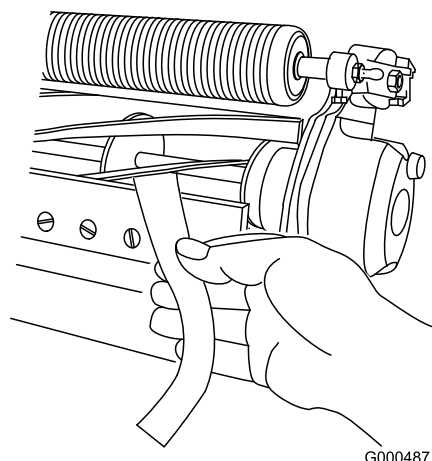

Рисунок 11
- В. Чтобы проверить качество среза, вставьте длинную полоску специальной бумаги для проверки качества среза между барабаном и неподвижным ножом перпендикулярно неподвижному ножу (**Рисунок 11**), затем **медленно** вращайте барабан вперед; при этом бумага должна разрезаться; в ином случае повторяйте пункты **А** и **В** до тех пор, пока бумага не начнет разрезаться.
11. Вставьте длинную полоску специальной бумаги для проверки качества среза (№ 125-5610 по каталогу Toro) между барабаном и неподвижным ножом перпендикулярно неподвижному ножу (Рисунок 11), затем **медленно** вращайте барабан вперед; при этом нож должен разрезать бумагу; в ином случае поверните каждый регулировочный винт неподвижного ножа по часовой стрелке на один щелчок и повторяйте действия, описанные в этом пункте, до тех пор, пока нож не будет разрезать бумагу.